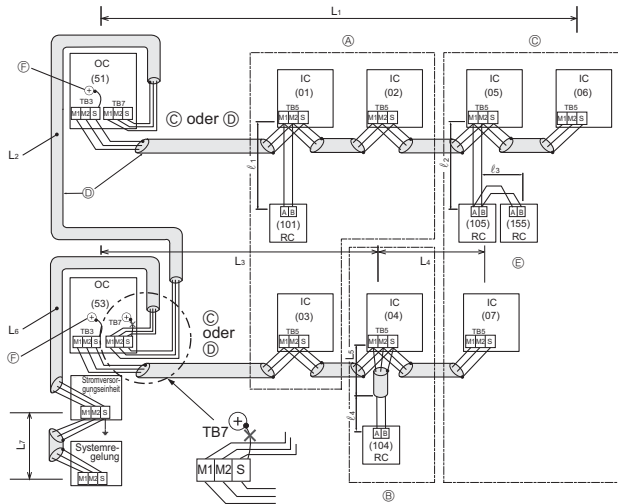

Fig. 6-2
■ M-NET-Fernbedienung (Fig. 6-2)